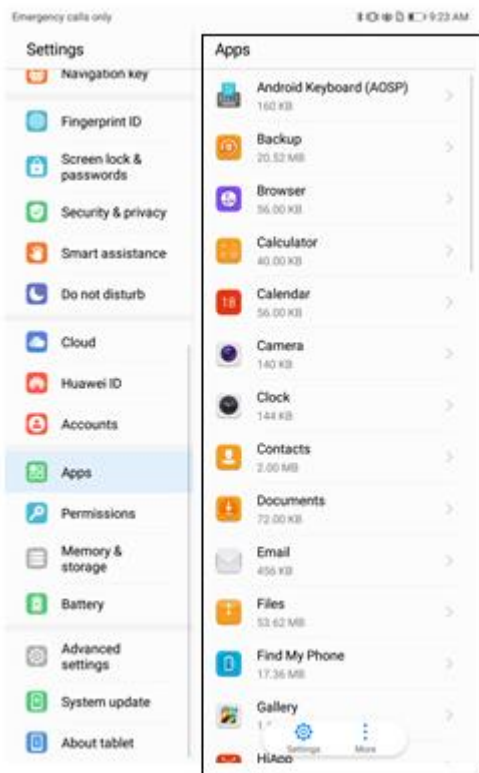

Figura 9. Interfaz de configuración: página de la pestaña Aplicaciones.
3. Seleccione las aplicaciones (Figura 9);